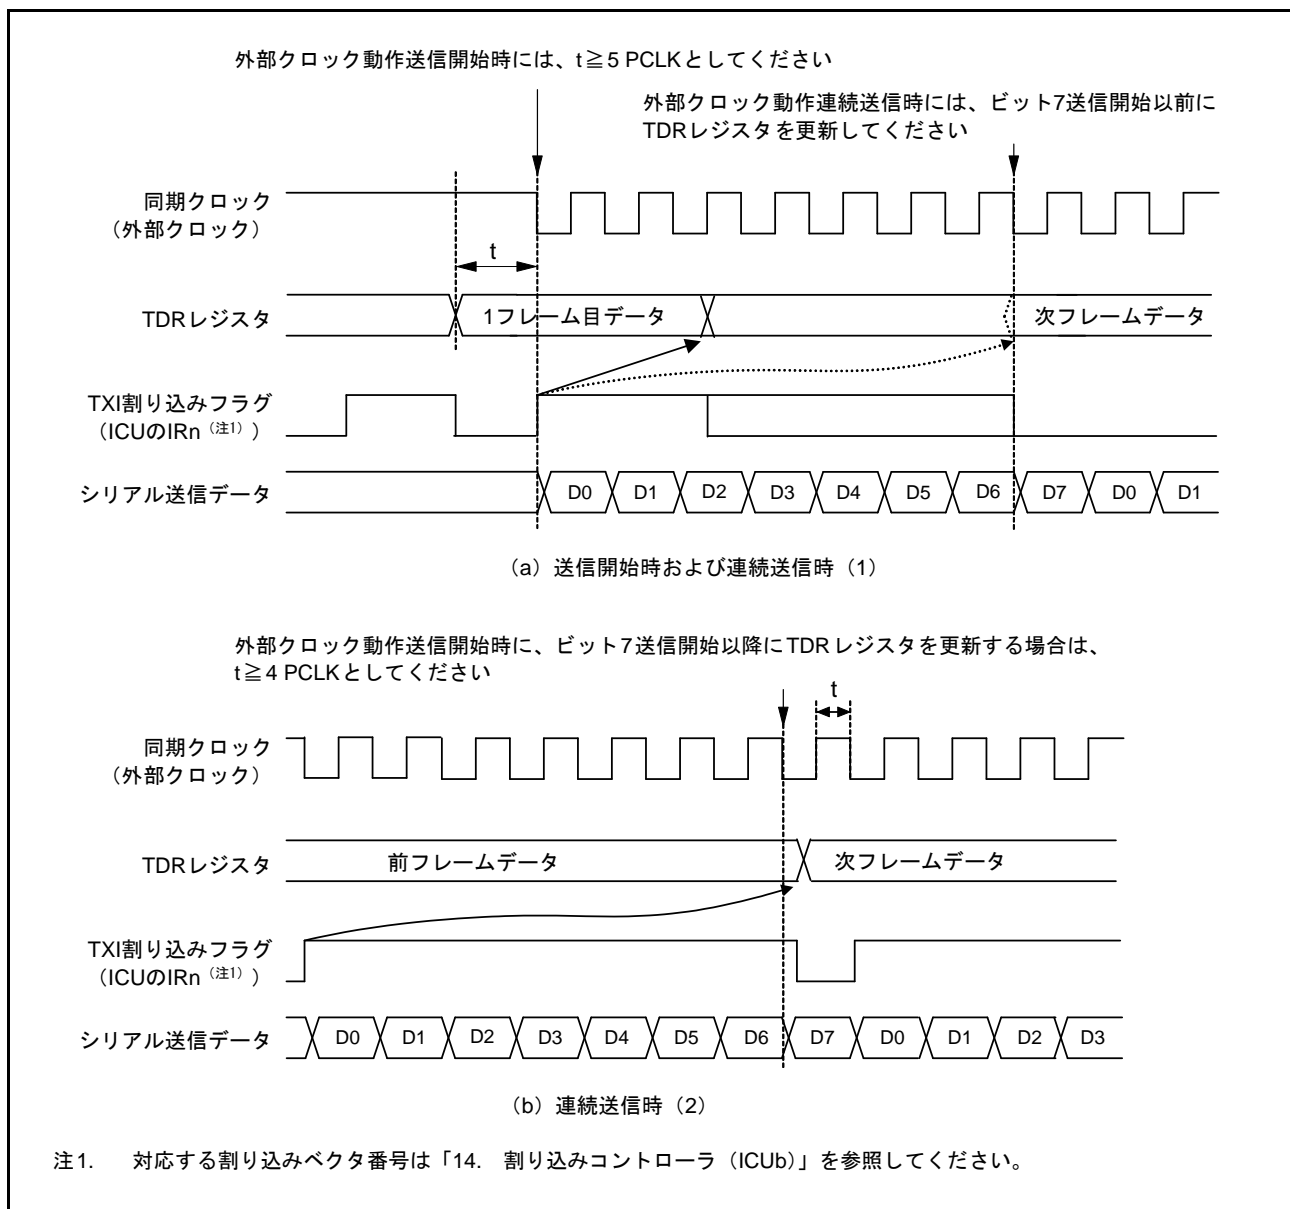

図 28.75 クロック同期式モード送信での外部クロック使用の制約事項
CPU または DTC による TDR レジスタの更新後、PCLK で 5 クロック以上経過した後に送信クロックを入力してください (図 28.75 参照)。
- ビット7の送信クロックの立ち上がり以前に、TDR レジスタまたは TDRL レジスタに次の送信データを書き込んでください (図 28.75 参照)。
- ビット7送信開始以降に TDR レジスタを更新する場合は、同期クロックが Low の期間に TDR レジスタを更新し、かつビット7の送信クロックの High 幅を、4 PCLK 以上にしてください (図 28.75 参照)。